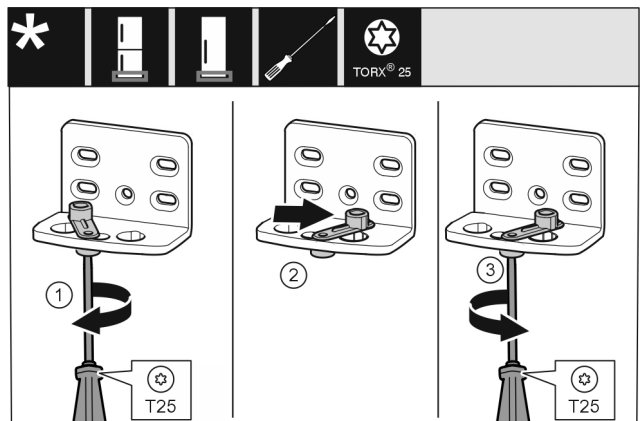

Fig. 14
- ▶ Schraube Fig. 14 (1) mit Schraubendreher lose schrauben.
- ▶ Türschließhilfe Fig. 14 (2) anheben und um 90° nach rechts in Bohrung drehen.
- ▶ Schraube Fig. 14 (3) mit Schraubendreher festschrauben.